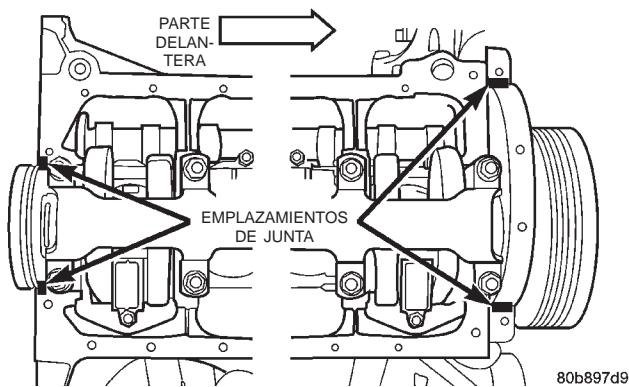

Fig. 51 Emplazamiento de la junta del colector de aceite
(4) Aplique sellante adhesivo de caucho siliconado de Mopar®, Mopar® Silicone Rubber Adhesive Sealant, hacia las esquinas de la tapa del cojinete principal y al bloque de cilindros hacia las juntas de la cubierta delantera (cuatro lugares) (Fig. 51).
(5) Deslice la junta de una sola pieza sobre las espigas y luego el bloque y la caja del cárter de la distribución.